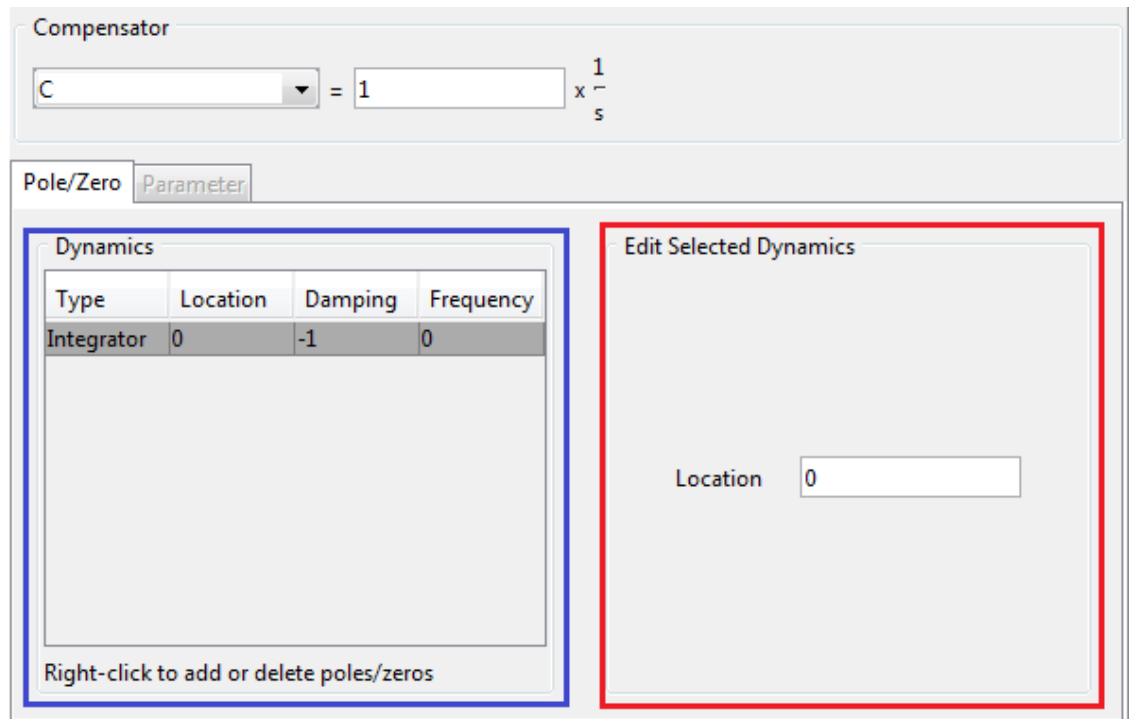

Figura 52. Esquema pestaña Compensator Editor con Integrador.
- El integrador se ubica en el recuadro azul *dynamics* de la figura 52, y su localización puede cambiarse en el recuadro *edit dynamics* de color rojo de la figura 52.